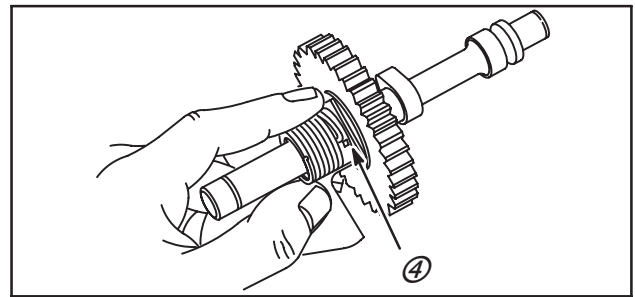

Fig. 58 – Montage du ressort d'embrayage
1. Monter le ressort d'embrayage comme indiqué en Fig. 58.
2. Aligner le trou dans l'embrayage (4) avec le taquet ou le ressort et le pousser en place.